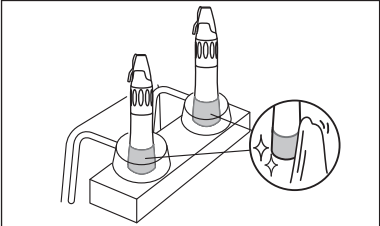

図 12
- 1 ハンドピースホルダーに保持される部分は、消毒用アルコールで汚れを拭き取ってください（図 12）。